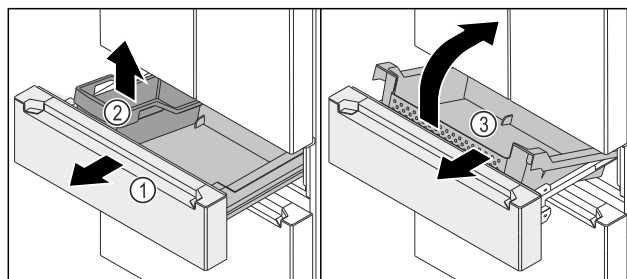

Fig. 149
- ▶ Вытяните выдвижной отсек Fig. 149 (1) до упора.
- ▶ Извлеките FlexBox Fig. 149 (2).
- ▶ Приподнимите контейнер Fig. 149 (3) спереди.
- ▶ Извлеките контейнер Fig. 149 (3) под углом по направлению вперед.